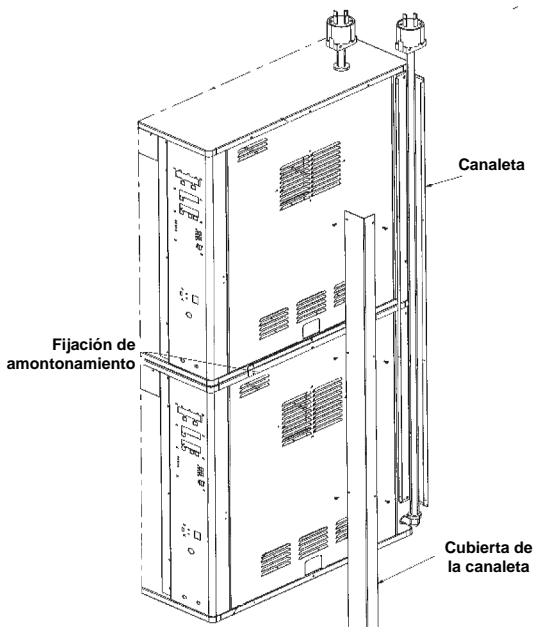

Figura 2
11. Introduzca el cable de corriente en la canaleta e instale la cubierta de la canaleta con los tornillos que retiró en el paso 8. Consulte la figura 2.